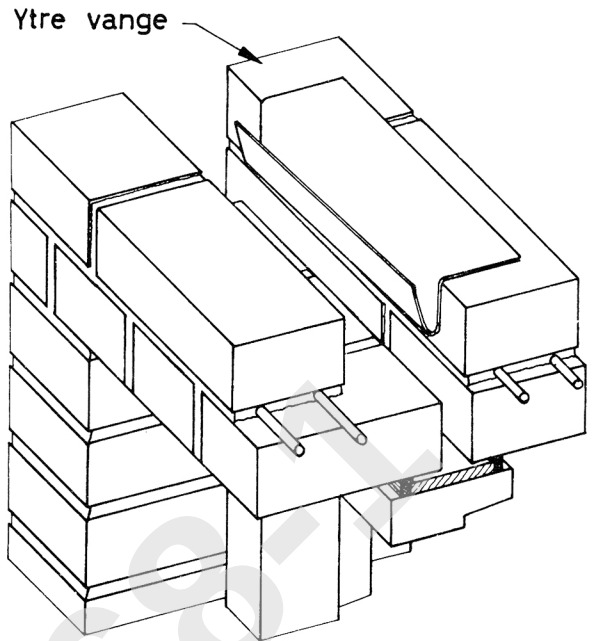

Fig. 212b
- .1 I den andre fugen over vinduet mures inn en renne av sink nr. 12, fig. 212b. Rennen må være så lang at den går 6-8 cm utover sidekarmene, og den må lages slik at den får fall.